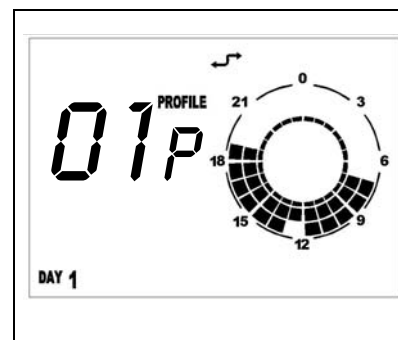

Figura 16
- Sul display in alto a destra comparirà la scritta **PROFILE** e il numero del profilo selezionato lampeggiante (Figura 16).